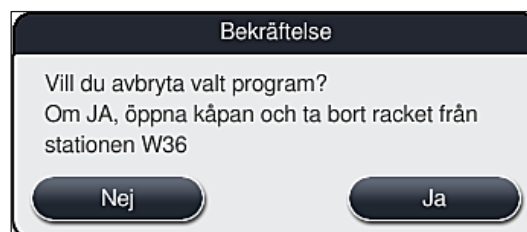

Bild 93
5. I det efterföljande informationsmeddelandet (→ "Bild 93") bekräftar du att programmet ska avslutas med **Ja** eller återgår till processtatusvisningen med **Nej**.
Informationen i meddelandet (→ "Bild 93") måste följas.